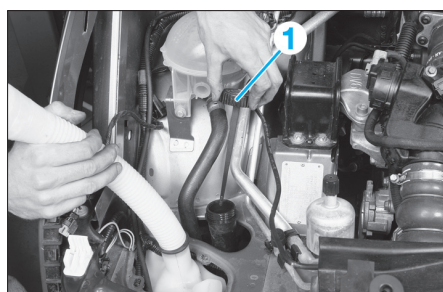

Fig. 20
- Ouvrir le bouchon de remplissage (1) (Fig.20).
- Remplir le réservoir d'assistance de direction jusqu'au repère maxi du bouchon (1) (Fig.20).